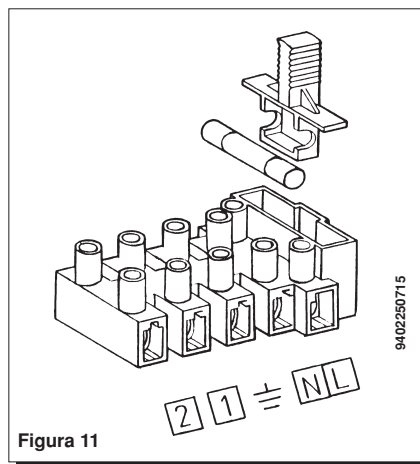

Figura 11
- acceder al tablero de bornes de alimentación (figura 11) como descrito en el capítulo precedente;
- eliminar el puente sobre los bornes (1) y (2);
- acceda à régua de terminais de alimentação (figura 11) como descrito no capítulo precedente;
- remova o comutador de derivação dos terminais (1) e (2);